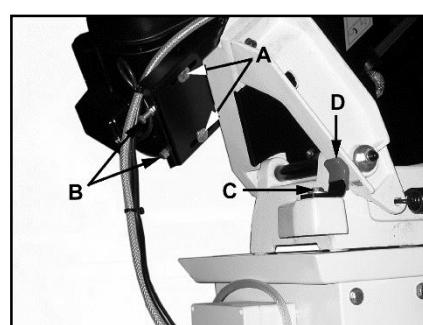

Рис. 7
Открутите шестигранные винты (A, Рис. 7).
Открутите болт (С, Рис. 7) со скобы блокировки пильной рамы (D).